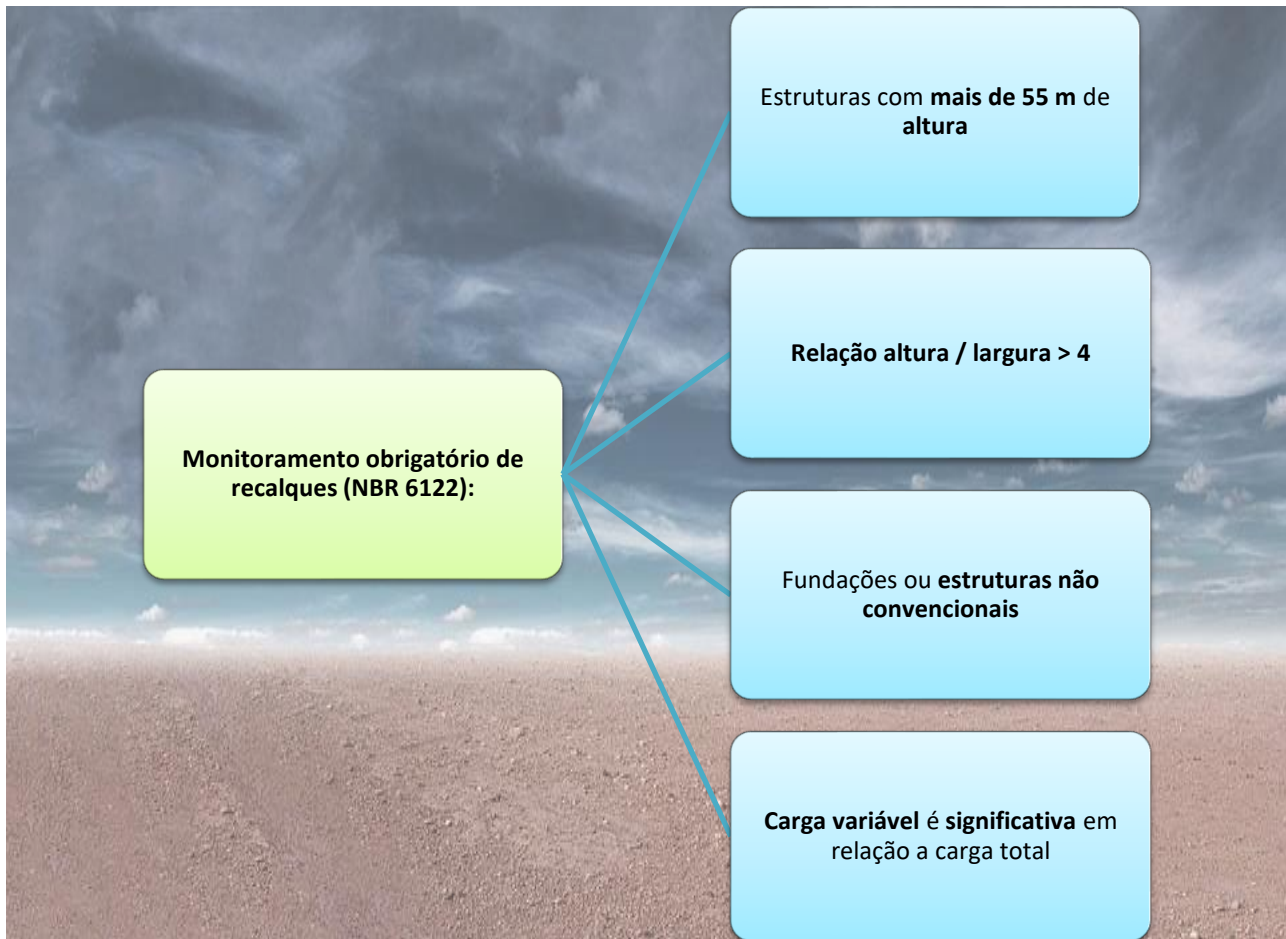

Figura 38: nível ótico com mira para medição da estrutura
- b) Relação **altura/largura** (menor dimensão) **superior a quatro (4)**;
O **programa desse monitoramento** deverá ser **previsto** no **projeto de fundação** da edificação. O sistema de medição de recalque adota comumente a **precisão de 0,01 mm** e o **mais adotado** é o **nivelamento por nível ótico** (Figura 38). Também são utilizados o **nível d'água de Terzaghi** e o **nível eletrônico**. Um sistema de medição inclui uma **referência de nível (RN)**, chamado de **benchmark**, que é um marco com fundação própria isento de qualquer variação de recalque.